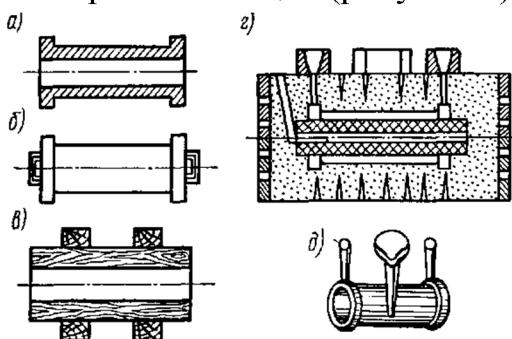

Рисунок 1 - Оснастка и технология изготовления в песчано-глинистой форме со стержнем отливки трубы:
**Модельным комплектом** называют совокупность оснастки и приспособлений, предназначенных для получения определенной отливки. Основной оснасткой для получения отливки в песчано-глинистой форме является модель отливки и стержневой ящик (рисунок 1).